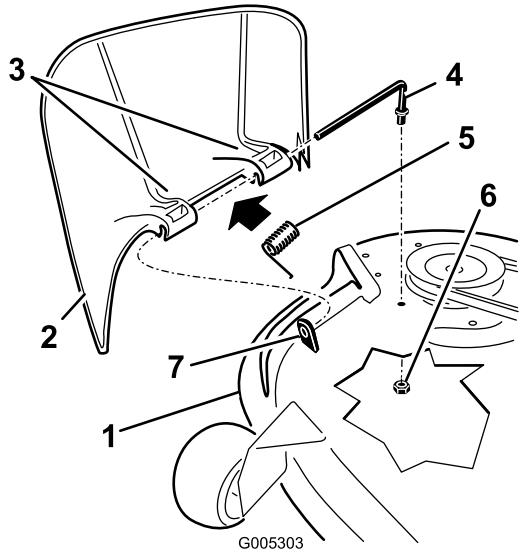

Bild 55
- Machen Sie die in Bild 55 gezeigten Teile ausfindig.
2. Nehmen Sie die Mutter (3/8 Zoll) aus der Stange unter dem Mähwerk ab (Bild 55).
3. Schieben Sie die Stange aus dem kurzen Vorsprung, der Feder und dem Ablenkblech (Bild 55). Entfernen Sie defekte oder abgenutzte Ablenkbleche.
4. Montieren Sie das Ablenkblech (Bild 55).
6. Setzen Sie die Feder mit den Enddrähten nach unten auf die Stange, zwischen die Ablenkblechhalterungen. Schieben Sie die Stange durch die zweite Halterung am Grasablenkblech (Bild 55).
7. Schieben Sie die Stange vorne am Ablenkblech in den kurzen Vorsprung am Mähwerk. Befestigen Sie das hintere Stangenende mit einer Mutter (3/8 Zoll) am Mähwerk (Bild 55).